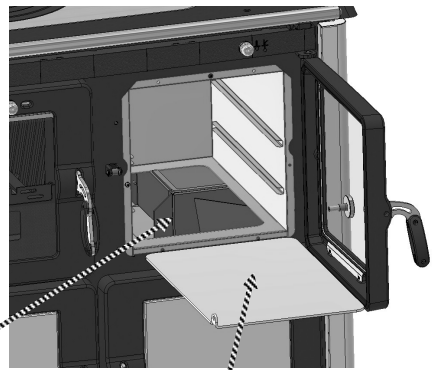

Fig. 7
Nettoyage sous four (Fig.7)
- Terminé les opérations de nettoyage remonter l’appareil en faisant ce qui est décrit dans le sens contraire. Attention au positionnement de la partie pliée cers l’haute – voir image Fig.7.